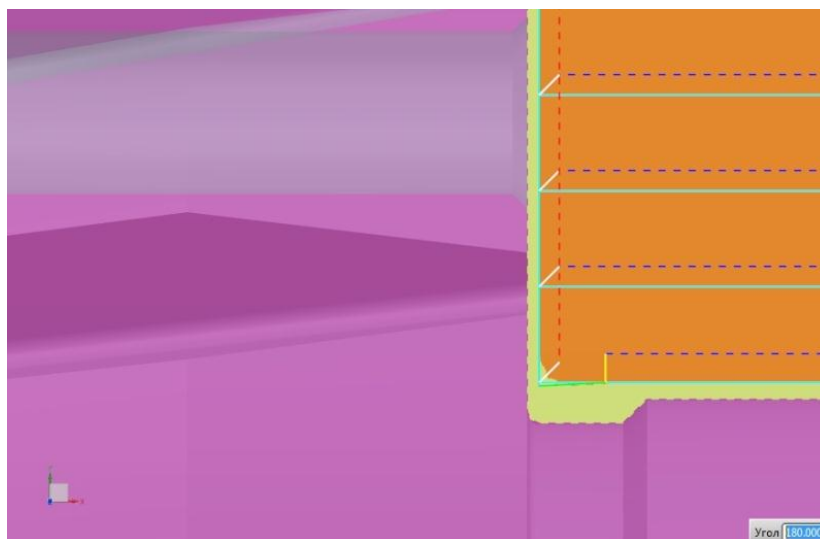

Рисунок 28 Область проточки
7. Увеличьте  область проточки и обратите внимание, как инструмент погружается в проточку (рисунок 28).